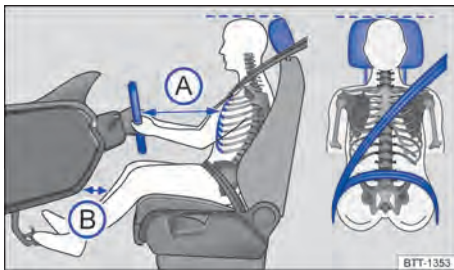

Fig. 18 Distancia correcta del conductor con relación al volante, posición correcta de la banda del cinturón de seguridad y ajuste correcto del apoyacabezas.
- Ajustar el asiento de modo que la distancia entre el volante y el tórax sea como mínimo de 25 cm → fig. 18 A y que el conductor pueda sujetar el volante del borde exterior con las dos manos y los brazos ligeramente flexionados.
- Ajustar el asiento del conductor de manera longitudinal para que los pedales se puedan accionar con las piernas ligeramente dobladas y la distancia entre el área de la rodilla y el tablero de instrumentos sea de al menos 10 cm → fig. 18 B.
- Ajustar el apoyacabezas para que su borde superior se encuentre preferentemente en la misma línea de la parte superior de la cabeza → fig. 18 – pero no por debajo de la altura de los ojos. Posicionar la parte posterior de la cabeza lo más cerca posible del apoyacabezas.